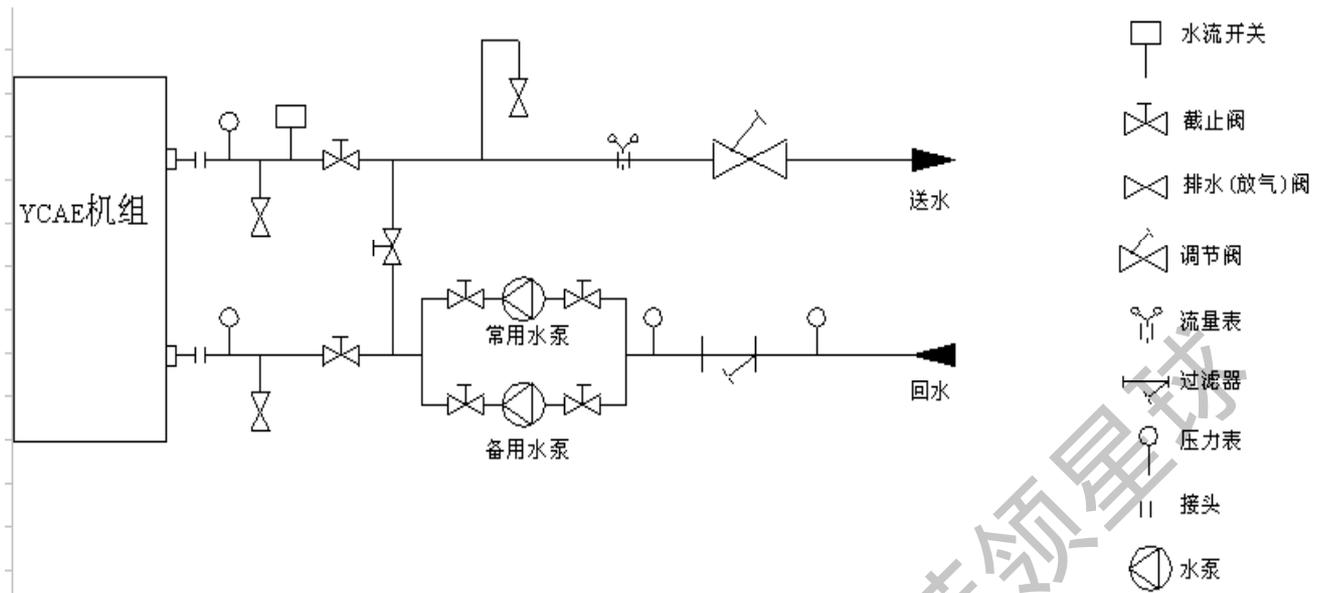

图 6 水路安装示意图
4. 在机组的总的出水管上（单个机组就在该机组的出水管上，多个模块组成的一个系统则安装在该系统总的出水管上）必须安装一个水流开关，以便对机组实现断流保护。水流开关两端必须保证有 5 倍管径的水平直管段。水流开关的安装必须严格按照“水流量开关安装调试指南”进行操作（见图 6）。水流开关应用屏蔽电缆将线路接至控制箱（详见电气原理图），将其和机组联锁。管道安装完成后根据机组额定水流量调整水流开关的设置值至合适位置。